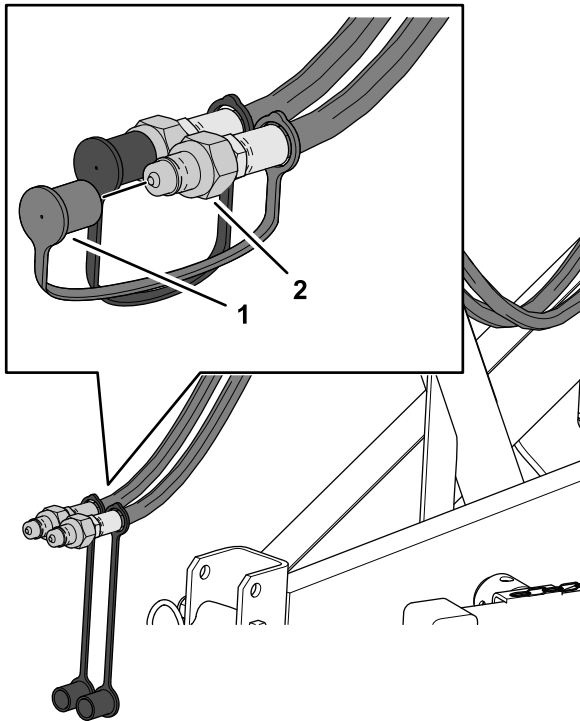

Figure 3
2. Débranchez les 2 flexibles hydrauliques du véhicule tracteur (Figure 3).
3. Placez les bouchons protecteurs sur les coupleurs hydrauliques (Figure 3).